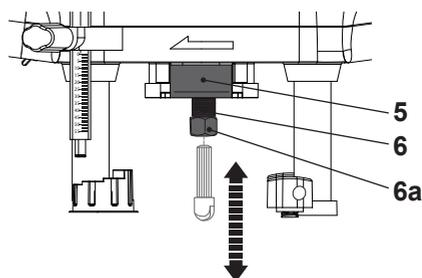

Рис. 6
- > Прижмите и удерживайте зажим шпинделя (5), пока раскручиваете зажимную гайку (6а) ключом (21).
- > Вытяните фрезу из цанги (19) и вставьте новую по необходимости (Рис. 6).